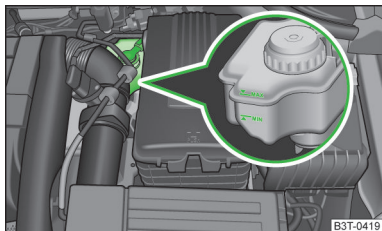

Fig. 168
- Ne poursuivez pas la route si le niveau de liquide est descendu en dessous du repère MIN, » fig. 168 à la page 204,  – risque d'accident ! Faites appel à l'assistance d'un atelier spécialisé.
Le réservoir de liquide de frein se trouve dans le compartiment moteur » fig. 168.
- Contrôlez le niveau de liquide de frein sur le réservoir » fig. 168.